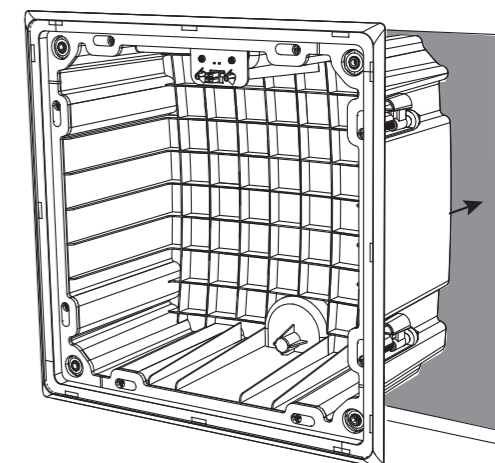

Fig. 17. Installing the back can
2. Com os oito grampos de montagem da lata traseira na posição retraída (para dentro), pressione a lata traseira na abertura da parede de gesso. Tenha cuidado para não prender os fios do alto-falante ou seus dedos (fig.17).